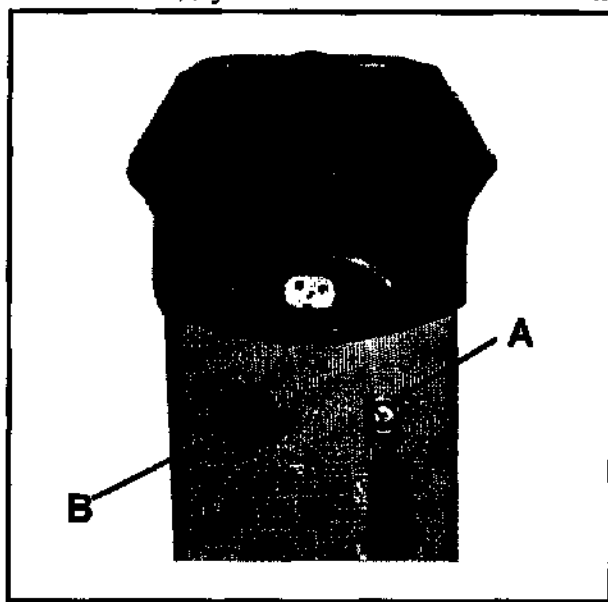

Рис. 5-1 Аварийный выключатель – (B), Замок выключения – (A).
Замок выключения расположен на передней панели системы (см. Рис. 5-1).
Аварийный выключатель представляет собой большую красную кнопку на передней панели системы ((B) на Рис. 5-1) и имеет два положения («вкл.»/«выкл.»). Если кнопка находится в нажатом положении, то система полностью обесточена. Переход системы в положение «вкл.» осуществляется при повороте аварийной кнопки по часовой стрелке.